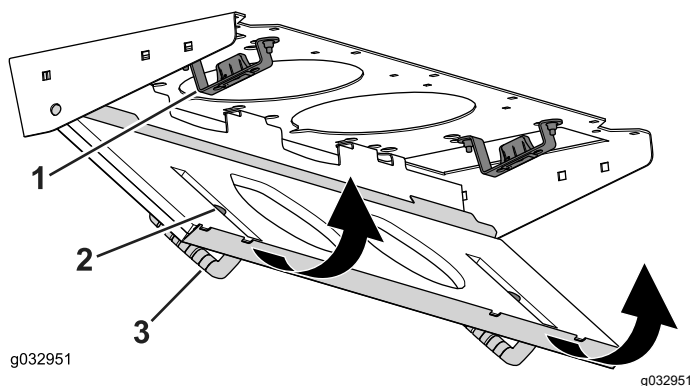

Figura 61
4. Gire la rejilla del filtro sobre las pestañas hasta que el resbalón se bloquee en el cerradero (Figura 61).